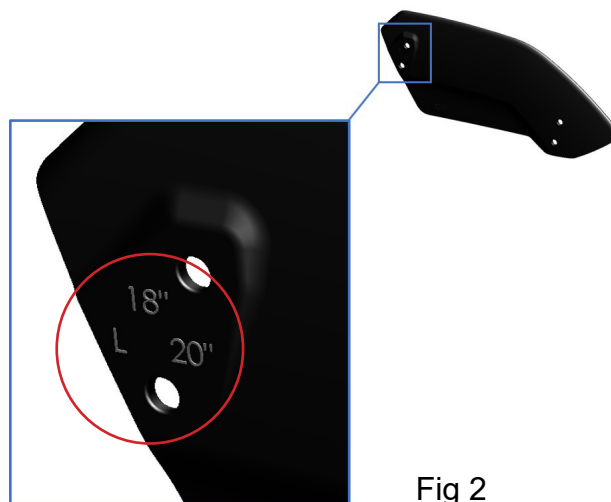

Fig 3
1) Placera sideskyddet (höger sida) mot chassit enligt bilden och fäst den främre skruven löst. Fig. 3 (monterad för 18" drivhjul)